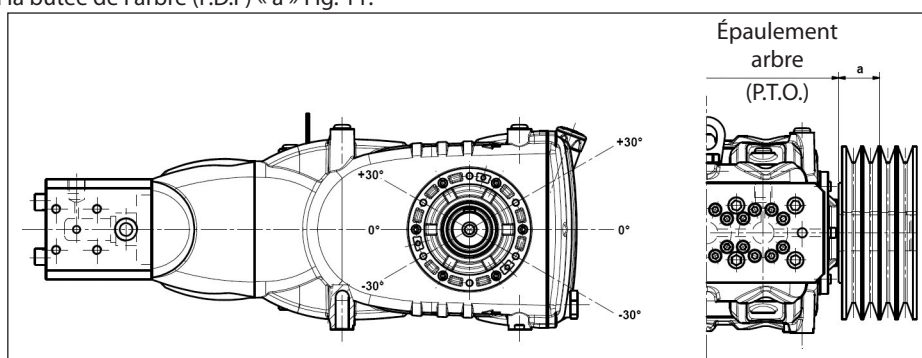

Fig. 11
La transmission est considérée appropriée si cette charge est appliquée à une distance maximum $a=40$ mm de l'épaule de l'arbre (P.D.F) comme indiqué en Fig. 11.
- b) Utiliser des courroies à haut rendement - par exemple **XPB** au lieu de **SPB** - car il sera nécessaire d'avoir une quantité inférieure de courroies égales à la puissance transmise et par conséquent une distance inférieure de la résultante par rapport à la butée de l'arbre (P.D.F) « a » Fig. 11.
- e) Contrôler la direction de la tension de la courroie comme indiqué Fig. 11 : pour toute autre nécessité, contacter le **Bureau Technique** ou le **Service d'Assistance Clients**.